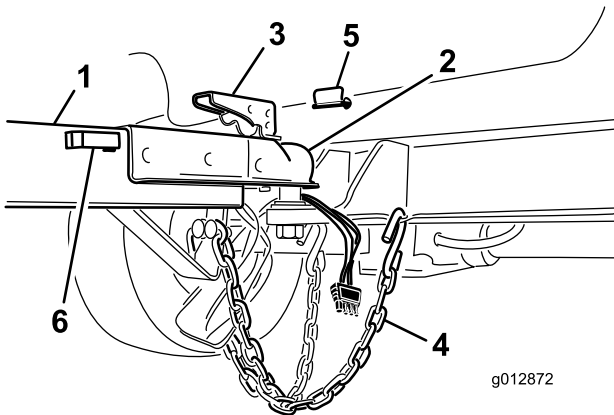

Figure 11
5. Rangez le connecteur du faisceau dans le support du tube d'attelage (Figure 11).
2. Soulevez le levier sur la flèche tout en abaissant le couvercle sur l'attelage à boule (Figure 11).
4. Placez la goupille pour verrouiller le levier du coupleur (Figure 11).
5. Croisez les chaînes de sécurité et fixez-les aux trous du dispositif d'attelage (Figure 11).